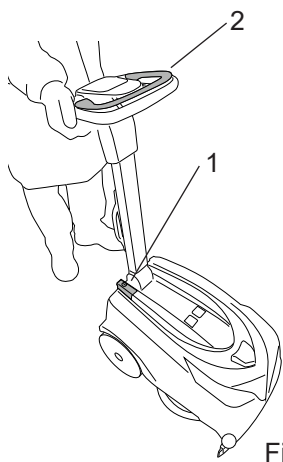
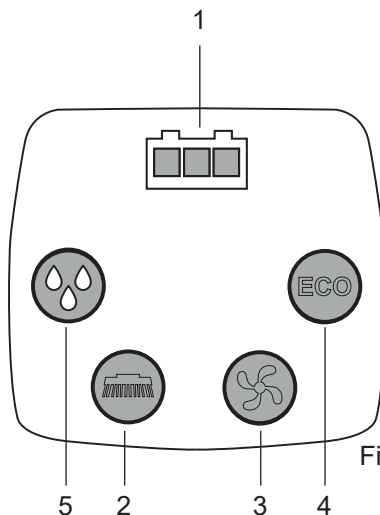

Fig.14
Fig.15
- Interruttore generale (Fig. 14-Rif. 1): abilita e disabilita l'alimentazione elettrica a tutte le funzioni della macchina.
- Spia alimentazione (modello a spina) (Fig. x-Rif. x): di colore giallo, segnala che il cavo di alimentazione della macchina è collegato alla rete elettrica e che l'interruttore generale è stato premuto (Fig. 14-Rif. 1).
- Spia di controllo carica batteria (solo modelli a batteria)(Fig.15-Rif.1): costituita da 3 led di colore, rosso, giallo, verde che segnalano il livello di carica della batteria. Le situazioni possibili sono:
- Pulsante spazzola (Fig.15-Rif.2): abilita ("led illuminato") e disabilita ("led spento") la funzione "Spazzola", la spazzola entra in funzione solo azionando la "Leva comando spazzola" (Fig. 14-Rif.2) .
- Pulsante aspirazione (Fig. 15-Rif.3): accende ("led illuminato") e spegne ("led spento") il motore aspirazione, il quale consente di asciugare il pavimento su cui si sta lavorando. Il motore entra in funzione solo azionando la "Leva comando spazzola".
- Pulsante flusso soluzione con spie luminose (Fig. 15-Rif.5): abilita ("led illuminato") e disabilita ("led spento") l'erogazione del flusso soluzione con tre diversi livelli di erogazione. L'erogazione avviene solamente con la spazzola in funzione.
- Pulsante ECO (Fig. 15-Rif.4): abilita ("led illuminato") e disabilita ("led spento") il funzionamento ECO.